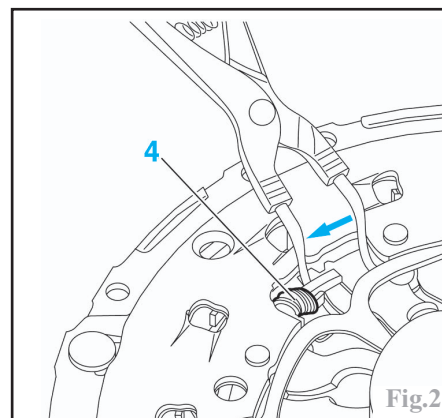

Fig.2
Comprimer les 3 ressorts de rattrapage de jeu (4) (Fig.2) à l'aide d'une pince à circlip ou d'un tournevis suivant la flèche.